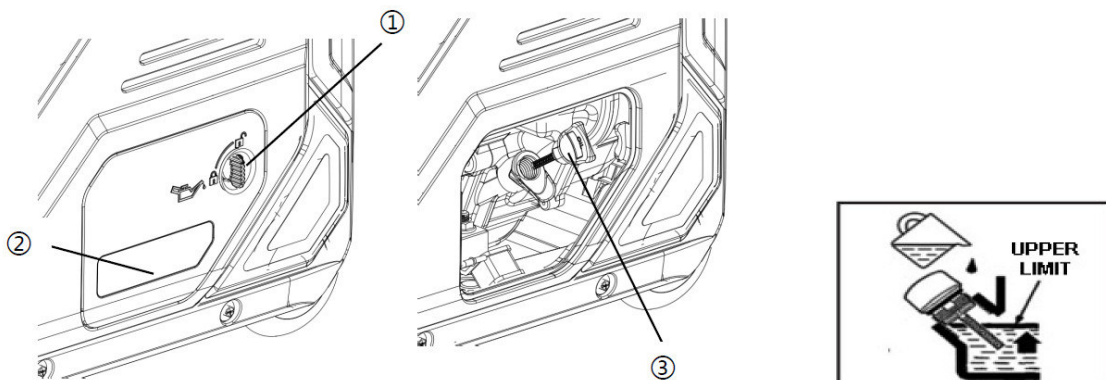

Abb. 5-3: Ölstand prüfen
- ➔ Drehen Sie den Drehknopf (Pos.1, Abbildung 5-3) auf "ON", und nehmen Sie die Abdeckung Pos.2 ab.